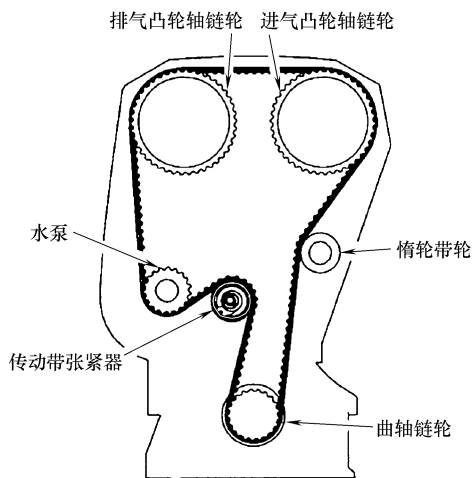

图 9-8 调节带张紧度
3) 安装曲轴中央螺母。沿顺时针方向慢慢转动曲轴直至正时带达到正确的张紧程度(根据不同的发动机温度, 调节带张紧度) 如图 9-8 所示。
5) 在图 9-8 中所示位置按压正时带, 查看正时带张紧器是否能灵活运动。如果没有问题, 则安装正时带上盖。将曲轴沿顺时针方向转到 2 周并确保曲轴和凸轮轴链轮上的各个正时标记均对齐。